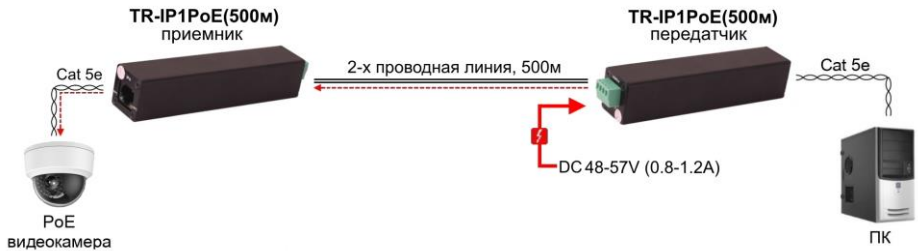

Рис.3 Типовая схема подключения удлинителя TR-IP1PoE(500м), передатчик работает как PoE инжектор
- От блока питания DC48-57V(0.8-1.2A) (*приобретаются отдельно*), подключается к передатчику. Приемник получает питание от передатчика по линии (Рис.3);